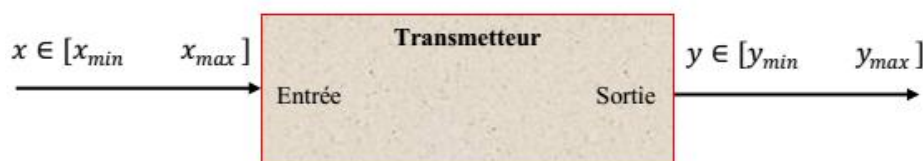

Figure 3. Entrée-sortie d'un transmetteur.
a. Utilisent la **Figure 3**; donner la formule de la relation entre l'entrée et la sortie ? (1 Pts)